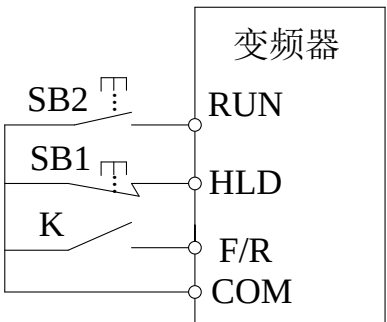

图 6-17 三线式 2
此模式时 RUN 为运行端子，方向由 F/R 的状态来确定，其中 RUN 是脉冲有效。HLD 为保持端子，即 HLD 为 ON 时对脉冲信号 RUN 进行保持，HLD 为 OFF 时解除对 RUN 的保持。在停车时须通过断开 HLD 端子信号来完成，如图 6-17 所示。如果没有设定 F/R 多功能端子则方向由键盘方向设定功能码 (F0. 17) 确定。
- F6.11~F6.25 所有设定均为 AI1 通道的非线性描述点，滤波时间以 AI1 通道为准，如图 6-17 所示。